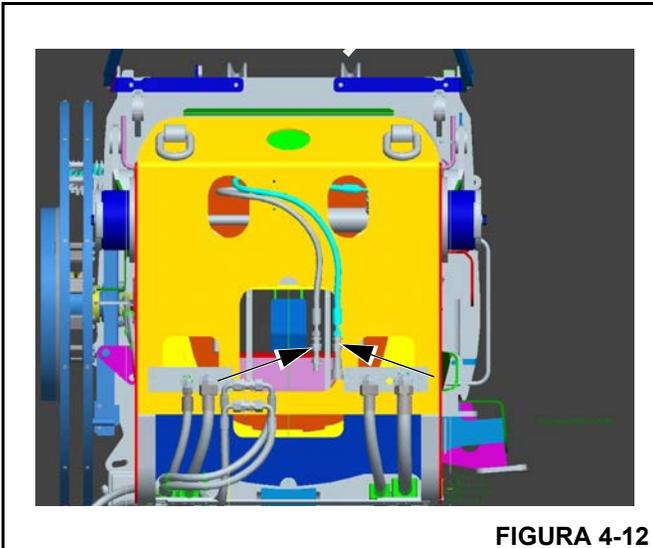

FIGURA 4-12
- 24. Desconecte las mangueras de los cilindros de pasador del contrapeso (Figura 4-11) y conéctelas al cilindro de pasador de la pluma. Se puede acceder a las mangueras del cilindro de pivote de la pluma en la parte de atrás de la pluma (Figura 4-12).